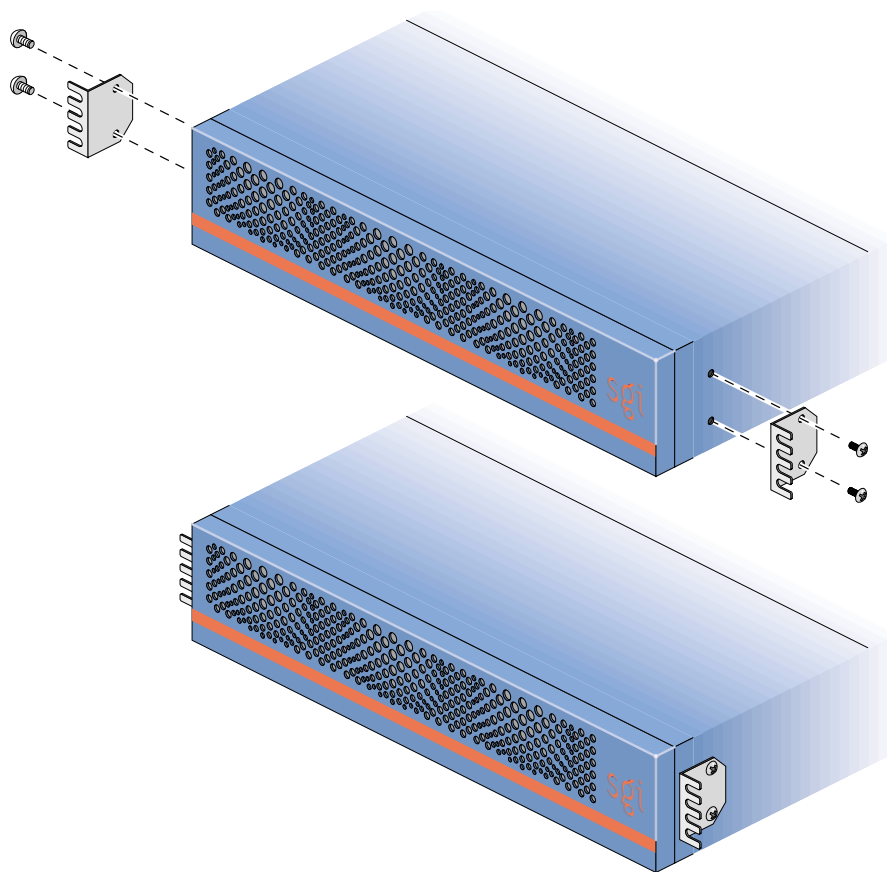

図 2-1 VBOB に取り付け金具を取り付ける
2. 図2-1 に示すように、平らな場所に VBOB を置き、前面取り付け金具を取り付けます。